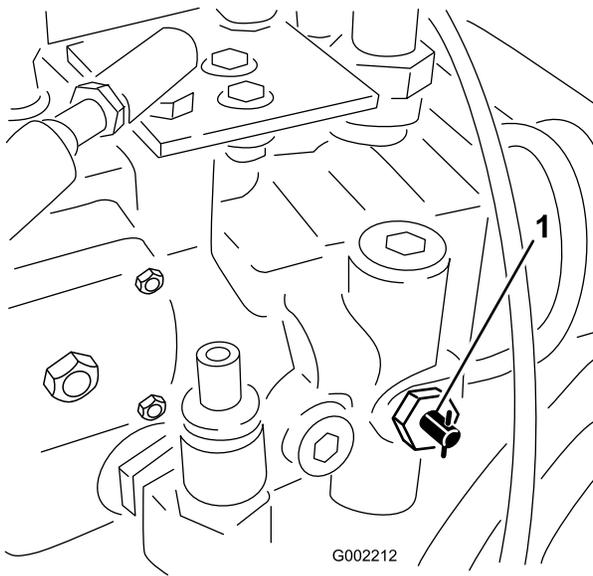

Bild 27
1. Drehen Sie das Abschleppventil (Bild 27) um 90° in eine Richtung, um es zu öffnen.